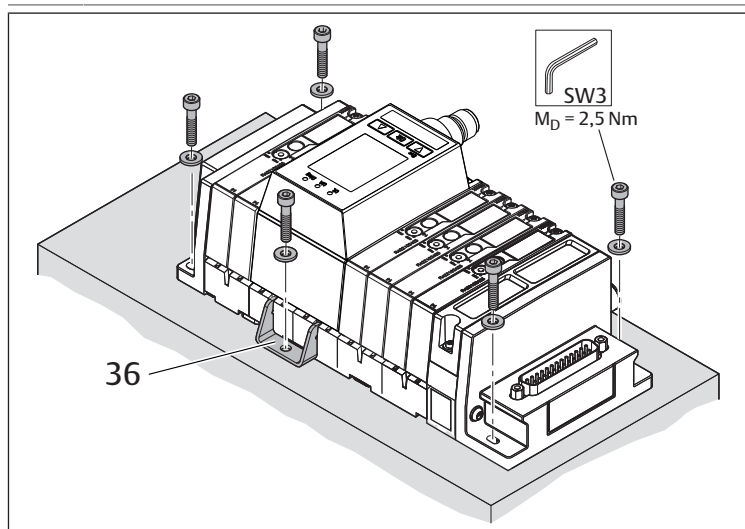

Abb. 11: Ventilsystem mit Haltewinkeln befestigen, Beispiel
► Bringen Sie zur Stabilisierung des Ventilsystems zusätzliche Haltewinkel (36) an (siehe Abb. 11). Dazu müssen Sie das Ventilsystem nicht demontieren. Faustregel: Ab 17 Ventilplätzen wird ein zusätzlicher Haltewinkel für jeweils 8 zusätzliche Ventilplätze benötigt. Beispiel: